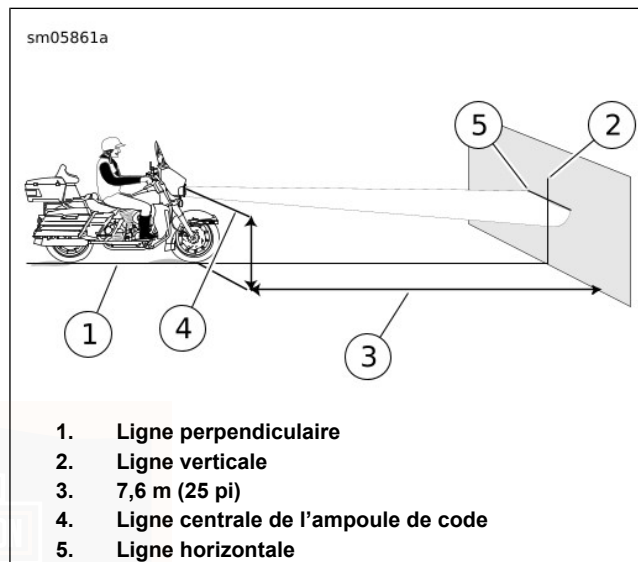

Figure 94. Alignement du phare : Type à DÉL (typique)
- b. **DÉL, carénage monté sur la fourche** : Voir Figure 94. À la distance mesurée.
- b. **DÉL, carénage monté sur la fourche** : Voir Figure 94. Sommet de la tache lumineuse sur le repère avec le phare réglé sur le **code**.